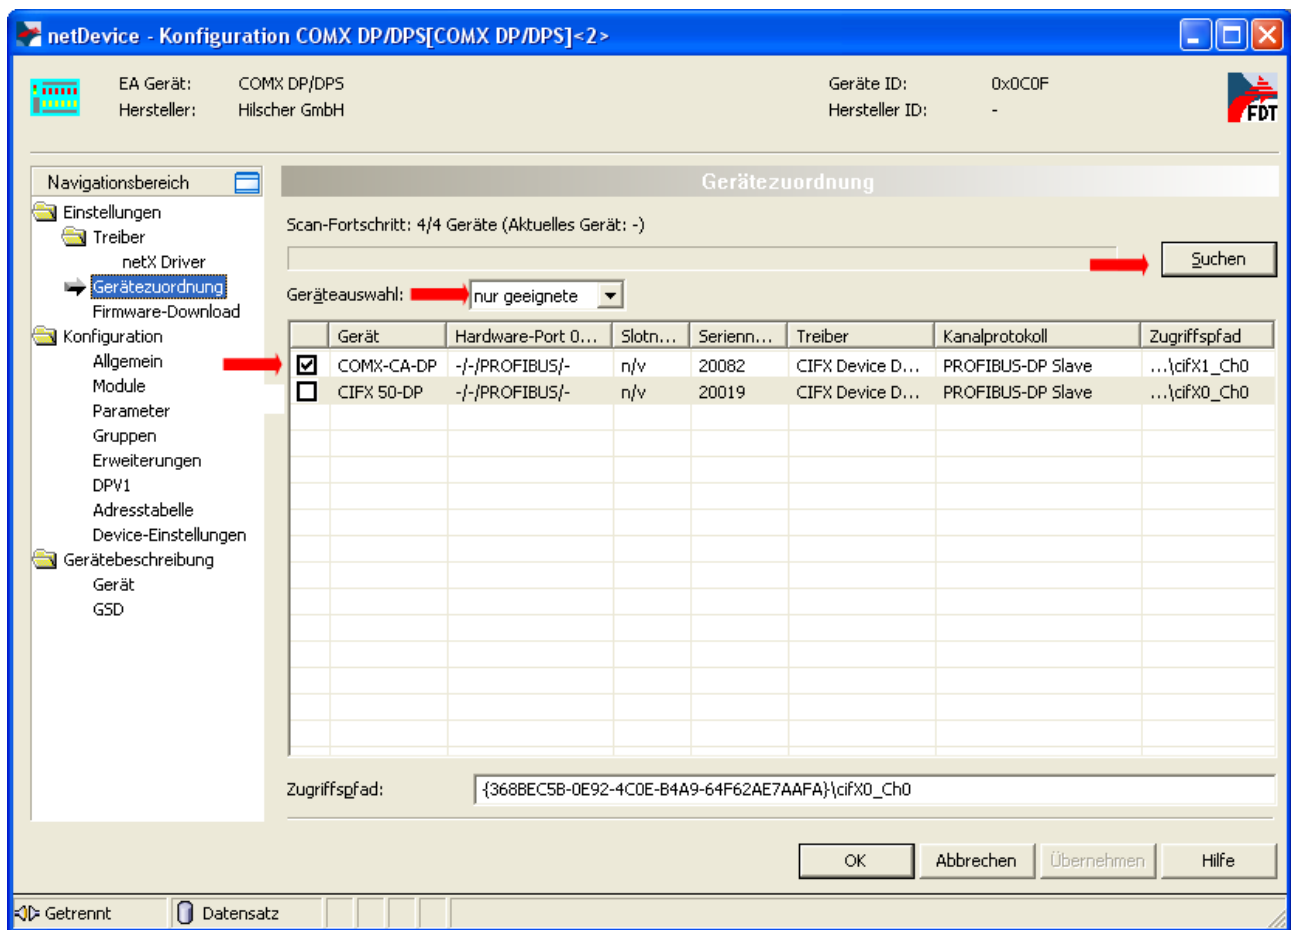

Abbildung 49: Starten des Suchvorgangs und Auswahl des Geräts
- Zum Starten des Suchvorgangs klicken Sie auf die Schaltfläche „Suchen“, um nach geeigneten Geräten zu suchen (siehe *Abbildung 49: Starten des Suchvorgangs und Auswahl des Geräts* auf Seite 163, am roten Pfeil rechts oben).
- Zur Geräteauswahl haken Sie nun auf die Checkbox des comX-Kommunikationsmoduls, dessen Firmware aktualisiert werden soll, an (siehe ebenfalls *Abbildung 49: Starten des Suchvorgangs und Auswahl des Geräts* auf Seite 163, am roten Pfeil links in der Mitte).